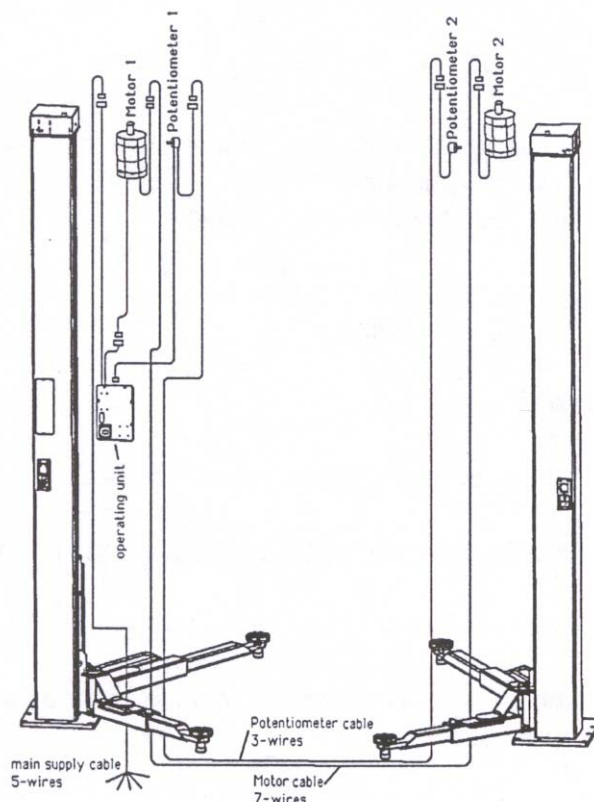

Рис. 19 – прокладка кабеля без траверсы и восходящей трубы.
- Присоедините кабели (разъемы) в соответствии с чертежом (рис. 19).